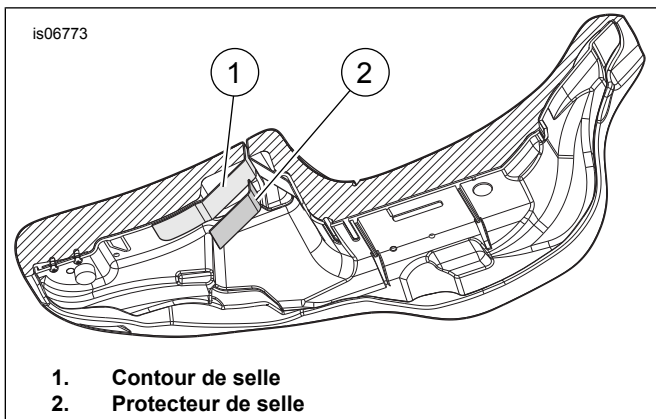

Figure 4. En dessous de la selle
13. Figure 4 Notez la forme que couvrira la surface du protecteur de selle (2) et façonnez doucement le protecteur pour mieux l'ajuster aux contours (1) de la selle.